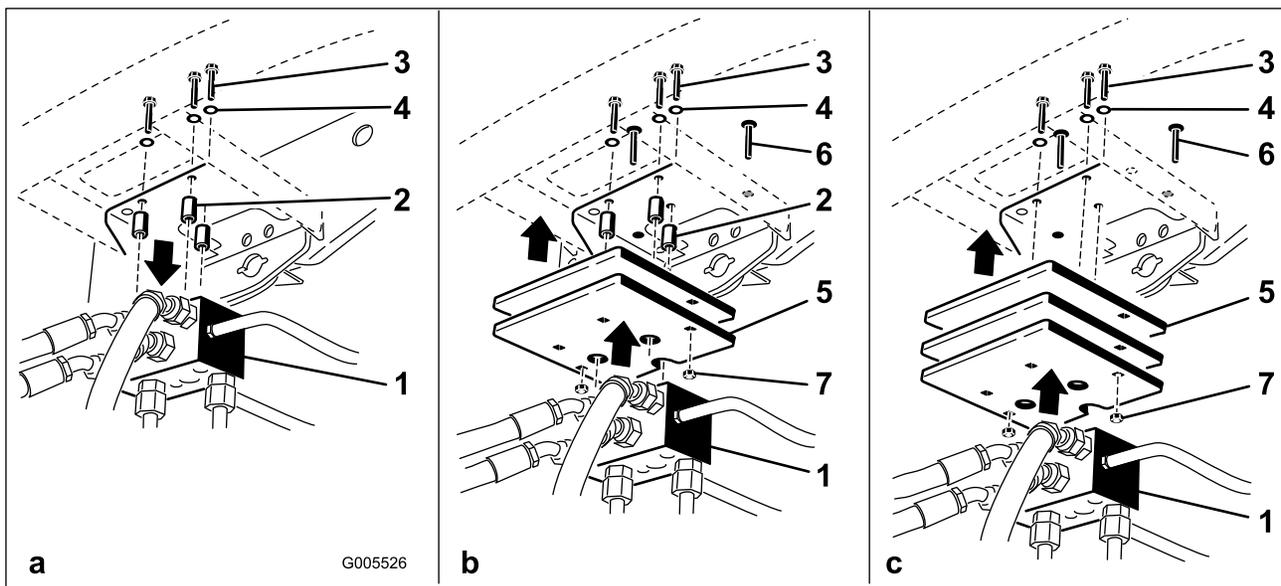

Рисунок 16
Установите необходимое количество грузов (см. таблицу грузов) в верхней или нижней части заднего бампера, как показано на Рисунок 16.
- Удалите три болта и снимите шайбы с разделителями, прикрепляющие коллектор контура тяги к нижней части заднего бампера (Рисунок 16а).
- Установите груз(ы) и коллектор тяги на бампер с помощью ранее снятых трех болтов, шайб и разделителей (Рисунок 16б).
Примечание: Не используйте разделители, если вы устанавливаете более двух грузов **под** бампером (Рисунок 16в).
- Прикрепите наружные края груза(ов) к бамперу с помощью двух каретных болтов и гаек (Рисунок 16в).